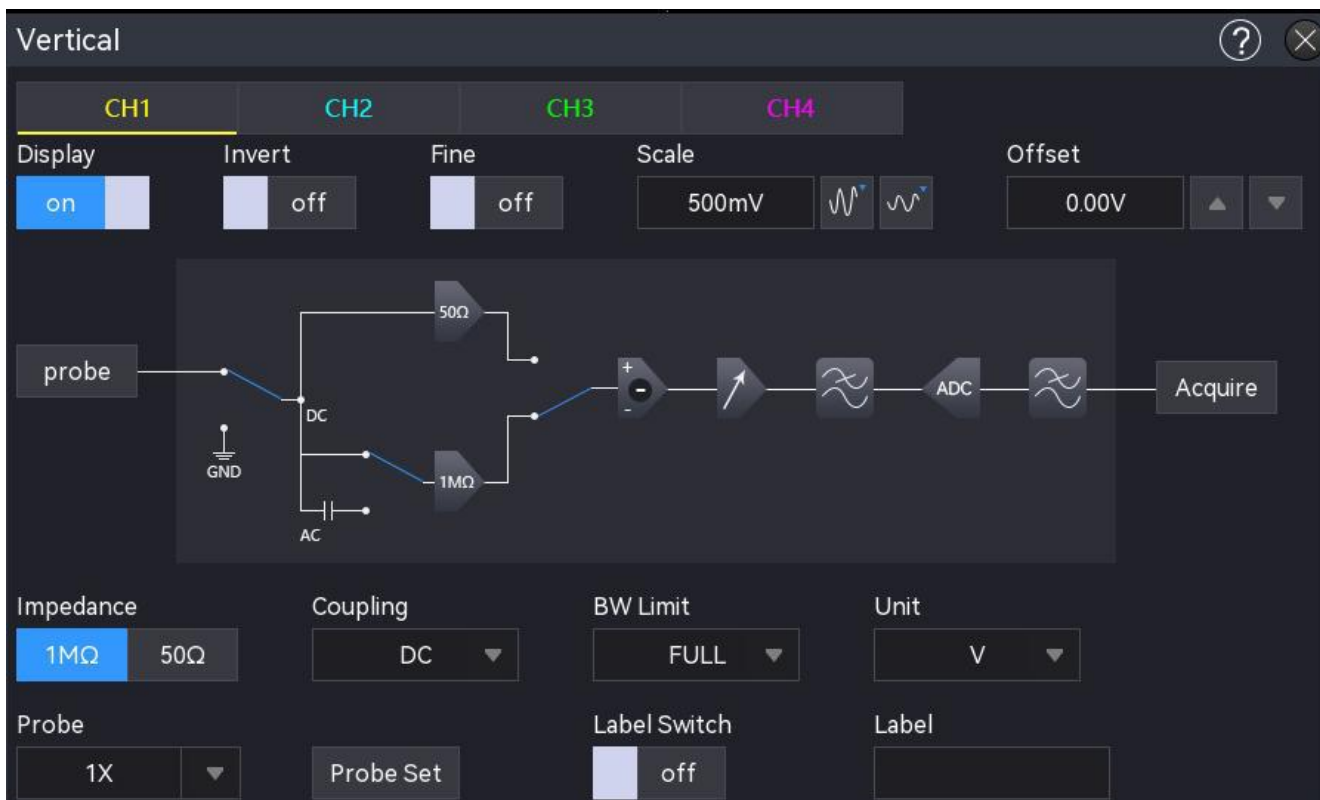

Рис. 9-1 Меню настроек системы вертикального отклонения
- если открыто меню настроек вертикального отклонения (рис. 9-1), выбрать вкладку нужного канала, затем выбрать пункт **Display – On**.